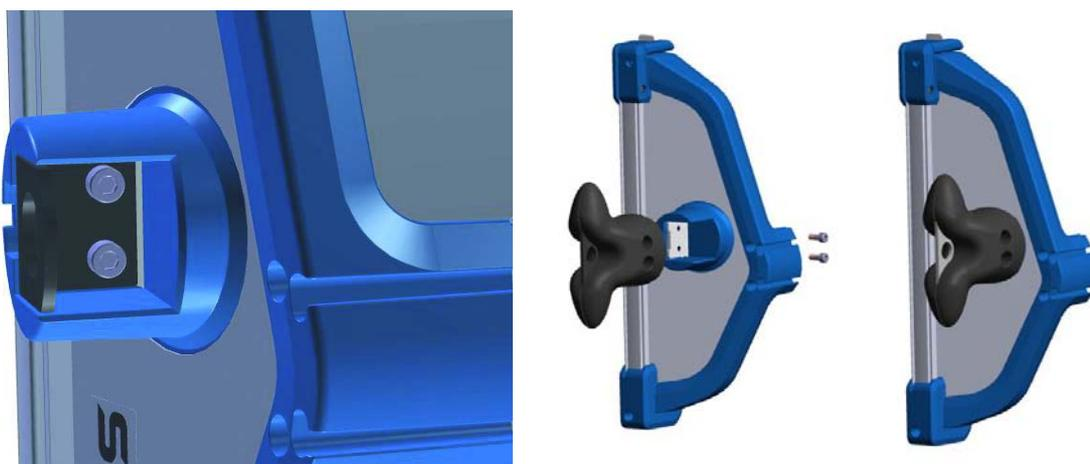

Figure 7: Montage des poignées ou des oeillets de sécurité
- Glissez une poignée sur le support de chaque côté du SkyPanel (voir Figure 7).